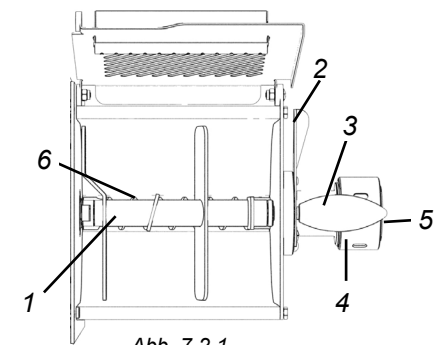

Abb. 7.2.1
- 1 Die Schaufel „1“ in die in Abb. 7.2.1 gezeigte Position bringen.
Die Position der Schaufel muss wie in Abb. 7.2.1 gezeigt sein, sonst kann sie **nicht** entnommen werden.